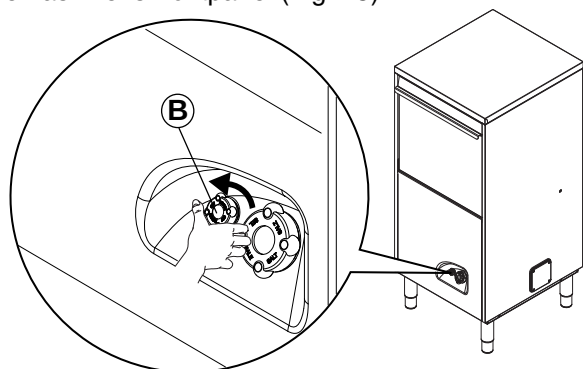

Fig. 25
I opvaske-maskiner med varigt, integreret blødgørings-filter findes beholderen til afspændingsmiddel i opvaske-maskinens frontpanel (Fig. 25).
- Skru låget af beholderen "B" (Fig. 25) ved at dreje det i retning mod uret.